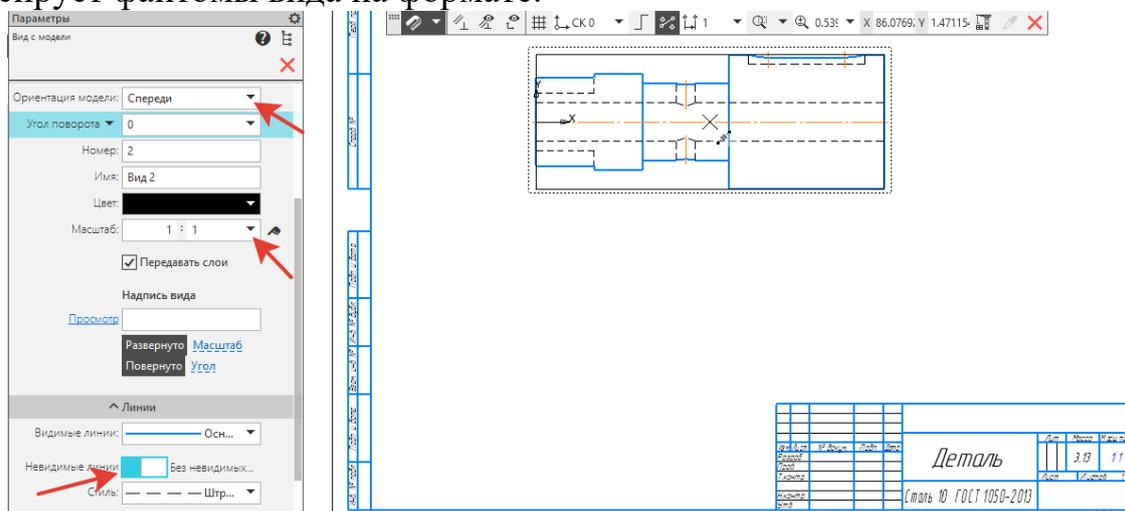

Рисунок 104.
17. В **Параметрах** устанавливаем - **Ориентация модели – Спереди**. Находим **Линии - Невидимые линии** передвинуть бегунок влево (рисунок 104). Фиксирует фантомы вида на формате.